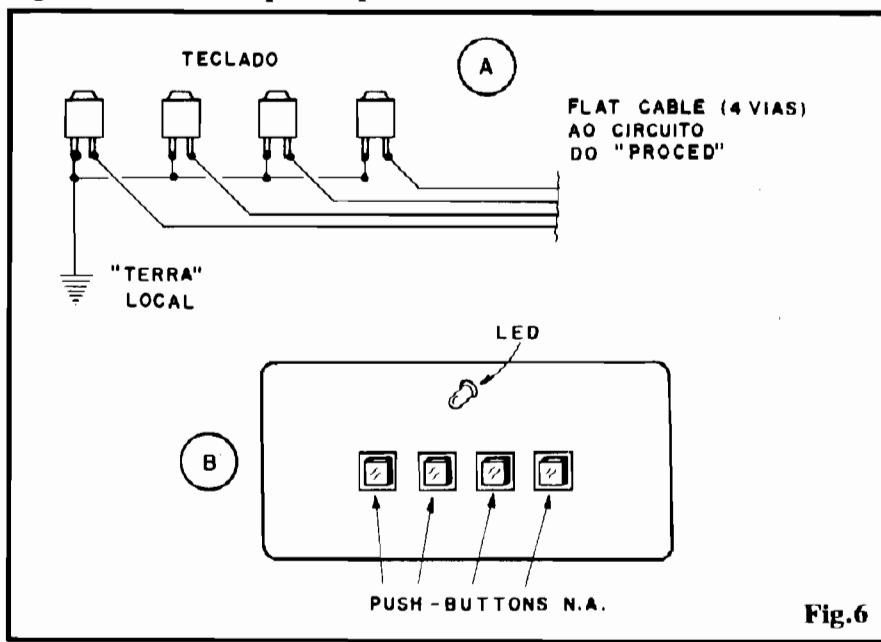

Fig.6
- **FIG. 6 - CONEXÕES DO TECLADO E CONFIGURAÇÃO DO PAINEL DE DIGITAÇÃO** - Conforme já foi dito, nada impede que o conjunto de 4 teclas seja instalado em ponto remoto (com relação à placa "mãe"). Nesse caso, a conexão ao ponto N da placa pode ser simplesmente desprezada (ver diagrama 6-A), desde que um dos terminais de cada **push-button** seja levado a um ponto "local" de "massa" (eletricamente correspondendo ao **negativo** do sistema elétrico do carro...). Os outros terminais poderão ter suas conexões feitas via **flat-cable** com o conveniente número de vias (condutores). Em 6-B temos a sugestão mais óbvia para o painel